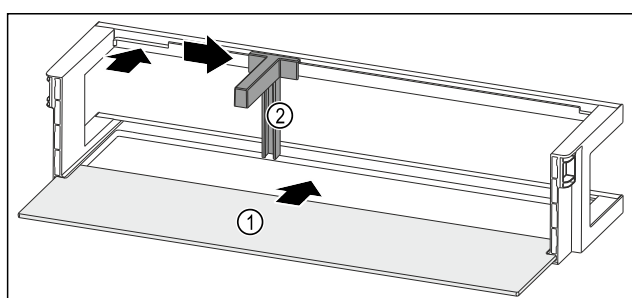

Fig. 229 Türabsteller mit Abstellfläche
- Abstellfläche Fig. 229 (1) in die seitlichen Aussparungen einschieben.
- Flaschenhalter Fig. 229 (2) in die Aussparung einsetzen.
- Flaschenhalter Fig. 229 (2) in gewünschte Position zur Seite schieben.